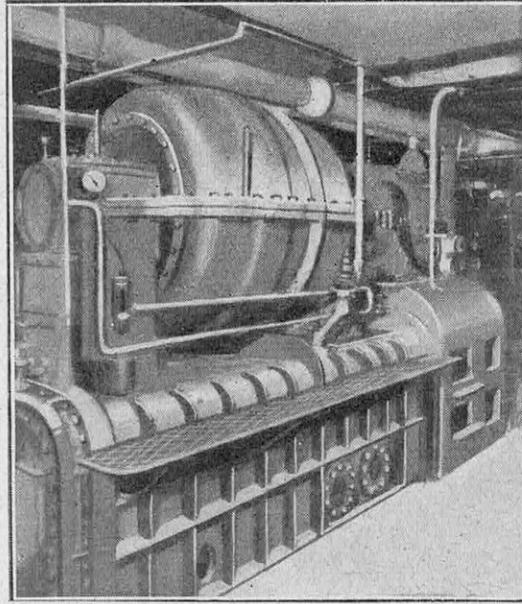
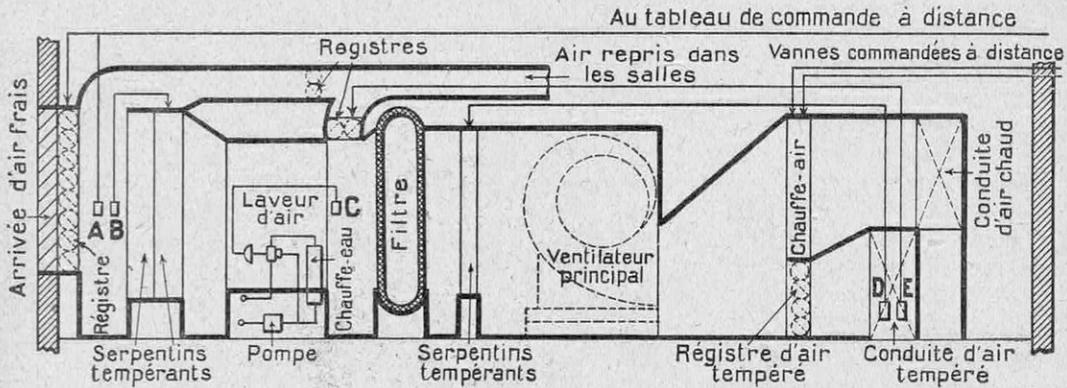
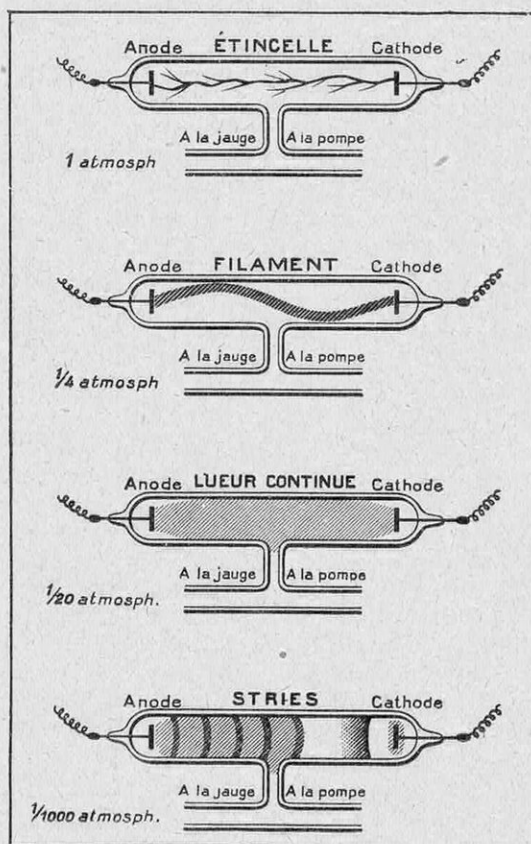

FIG. 3. — COMPRESSEUR A GAZ CARBONIQUE UTILISÉ POUR LE CONDITIONNEMENT DE L'AIR DANS L'UNION TRUST BUILDING
FIG. 4. — SCHÉMA D'UNE UNITÉ DE CONDITIONNEMENT DE L'AIR DES ÉTABLISSEMENTS DETROIT EDISON, A DETROIT
FIG. 2, 3, 4, 5. — DIFFÉRENTS ASPECTS DE LA DÉCHARGE ÉLECTRIQUE
La figure 4 représente schématiquement une unité de conditionnement d'une installation légèrement différente. Deux canalisations, au lieu d'une, amènent de l'air conditionné à deux températures différentes aux locaux d'utilisation. Le mélange de l'air chaud de l'une de ces conduites et de l'air simplement tempéré de l'autre s'effectue dans des diffuseurs placés dans les plafonds. La température de chaque local est contrôlée par un thermostat, qui, agissant sur des registres, règle la proportion d'air chaud et d'air tempéré, de telle sorte que l'ouverture
Les deux électrodes métalliques (anode et cathode), soudées aux extrémités d'un tube de verre, sont réunies aux deux pôles d'une machine électrostatique (ou d'une bobine de Ruhmkorff). On fait un vide graduel à l'intérieur du tube, et, suivant la pression atteinte, on obtient divers aspects successifs, représentés par les figures 2, 3, 4 et 5.
A la pression ordinaire (fig. 2) (avant de faire le vide), on observe des étincelles plus ou moins ramifiées. A la pression d'un quart d'atmosphère, l'étincelle a grossi (fig. 3), en devenant silencieuse : elle prend l'aspect d'un filament violacé, qui ondule à l'intérieur du tube. Le filament s'est étendu transversalement en une lueur continue (fig. 4) ; c'est aux environs de cette pression (un vingtième d'atmosphère) que les tubes luminescents servent dans la pratique. A la pression d'un millième d'atmosphère, la lueur se stratifie et se coupe en divers endroits (fig. 5) ; le même phénomène est aussi représenté par la photographie de la figure 6.
a) Sous la pression atmosphérique, il apparaît des traits de feu, des *étincelles* plus ou moins ramifiées (fig. 2), qui sont l'image, en miniature, des éclairs et dont le
(1) On se reportera, si on le désire, à l'article sur « le vide », paru p. 207 du n° 117 de *La Science et la Vie*.
b) Peu à peu, l'étincelle grossit, et, lorsque la pression n'est plus qu'un quart d'atmosphère (c'est-à-dire quand les molécules sont quatre fois moins nombreuses que dans l'air), on aperçoit un filament violacé (fig. 3), qui change de forme à chaque instant ;
c) Le filament augmente ensuite, lui-même, de diamètre et finit par envahir le tube en une lueur continue (elle aussi violacée, fig. 4), au moment où la pression s'abaisse vers un vingtième d'atmosphère. Cette lueur est symétrique : elle ne changera donc pas lorsqu'on remplacera la décharge dirigée par une décharge alternative ; nous nous trouvons ici dans le cas des tubes luminescents, dont nous reparlerons ;